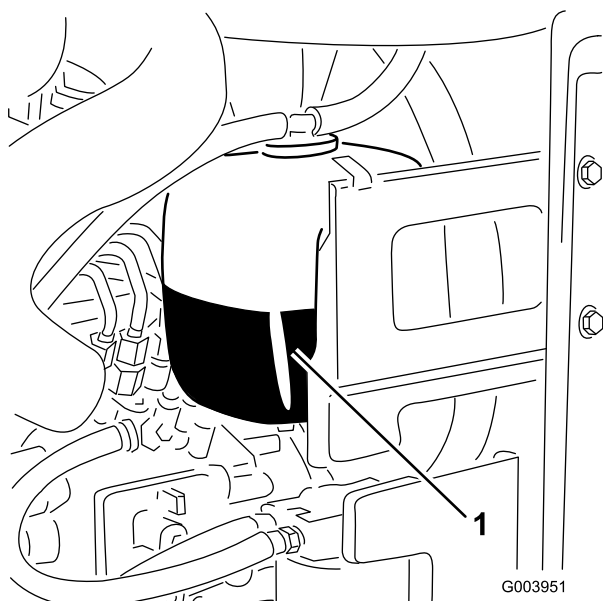

Figure 33
1. Vérifiez le niveau du liquide de refroidissement dans le vase d'expansion (Figure 33).